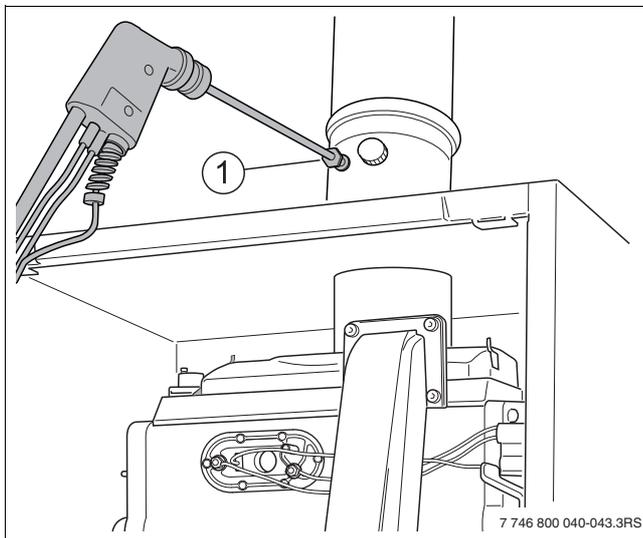

Bild 66 Messstelle für Abgase
- ▶ An der Messstelle für Abgase (→ Bild 66, [1]) CO-Gehalt messen.